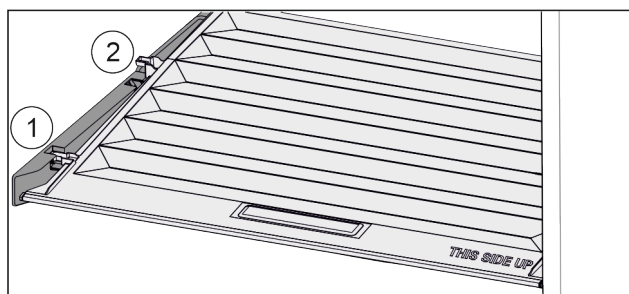

Fig. 75
- ▶ Træk dækslet fremad til åbning i holdedelene Fig. 75 (1).
- ▶ Løft nedefra og bevæg det opad og ud Fig. 75 (2).